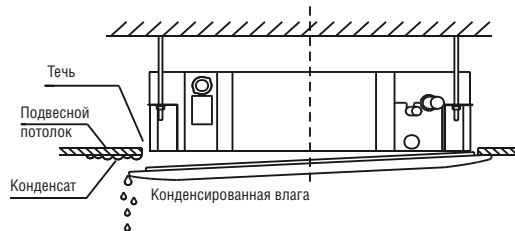

Рисунок 4-15
- 3) Слабо затянутые винты могут вызвать проблемы, показанные на рис. 4-15 (попадание пыли внутрь кондиционера и вытекание конденсата).